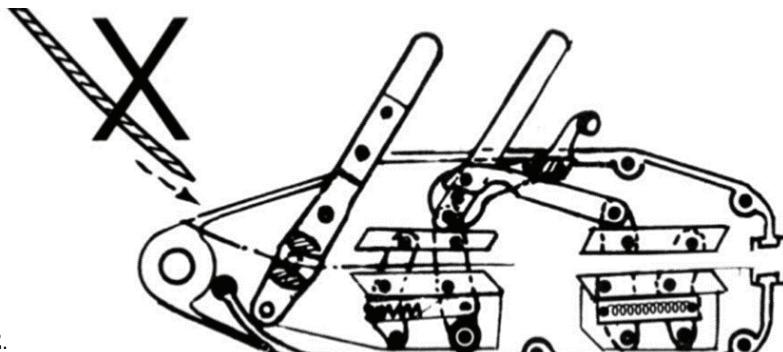

Рис. 2.
- Не вставлять канат в верхнее отверстие лебедки (рис. 2).